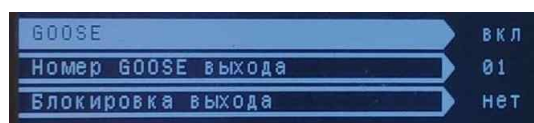

Рисунок 15 – Параметри GOOSE
2.1.12. «Конфігурація GOOSE» - підрозділ призначений для конфігурування параметрів GOOSE (див. рисунок 15).